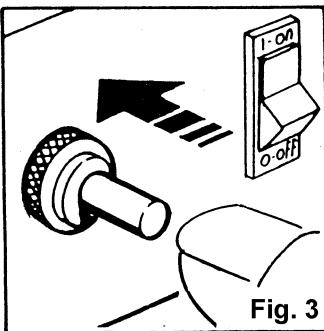

Fig. 3
- Carregar no botão da valvula de gás e varias vezes no do piézo-electrico até que o bico de gás se acenda. (Fig. 3 - 4)